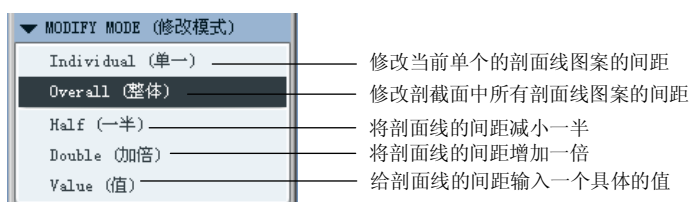

图 9.3.9 “修改模式”菜单
(4) 在图 9.3.9 所示的 ▼ MODIFY MODE (修改模式) 菜单中, 连续选择 Half (一半) 命令, 观察零件模型中剖面线间距的变化, 直到调到合适的间距, 然后选择 Done (完成) → Done/Return (完成/返回) 命令。